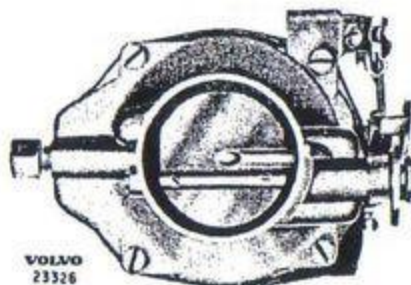

Bild 37. Montering av chokespjäll.
3. Spjället skall vändas så att bokstäverna "RP" kommer uppåt, när spjället är stängt. Se bild 37.